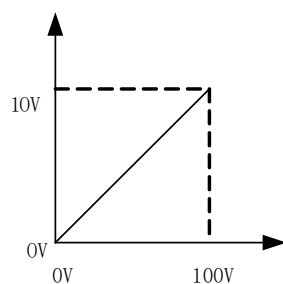

图 4-6 信号等效电路
2. 焊机实际显示电压值与焊机电压模拟量输出值之间的对应关系，如图 4-6 所示；